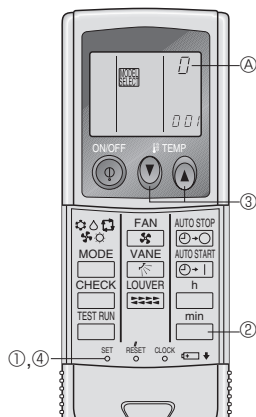

Fig. 6-9
3) Opération de réglage de numéro pair pour la télécommande sans fil infrarouge (Fig. 6-9)
- ① Appuyer sur le bouton SET à l'aide d'un objet pointu. Commencer cette opération lorsque l'écran de la télécommande sans fil infrarouge est éteint.